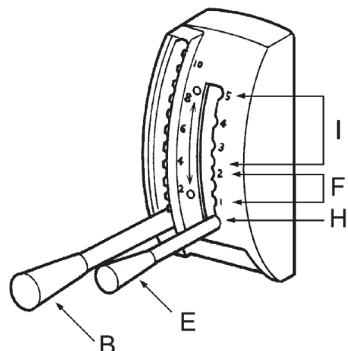

Рис. 20 Рычаги газа и расхода химикатов
4. Перевести рычаг (В) расхода химикатов (Рис. 20) в положение «ЗАКРЫТО» (распылитель) или закрыть кран запорный (разбрызгиватель).
6. Перевести рычаг (Е) газа в положение запуска (F) 1 или 2 (Рис. 20).
3. Установите рычаг газа в максимальное положение I (Рис. 20). Переверните устройство свечным отверстием вниз и, фиксатором зафиксировав курок газа в полностью нажатом состоянии, несколько раз сильно и часто дерните за ручку стартера для удаления лишнего топлива из цилиндра.
1. Переведите двигатель в режим холостого хода, для этого установите рычаг газа (Рис. 20) в положение F (1 или 2).
Перед работой с порошком (гранулятом) установите рычаг расхода химикатов В (Рис. 20) в положение «0», затем добавьте порошок.